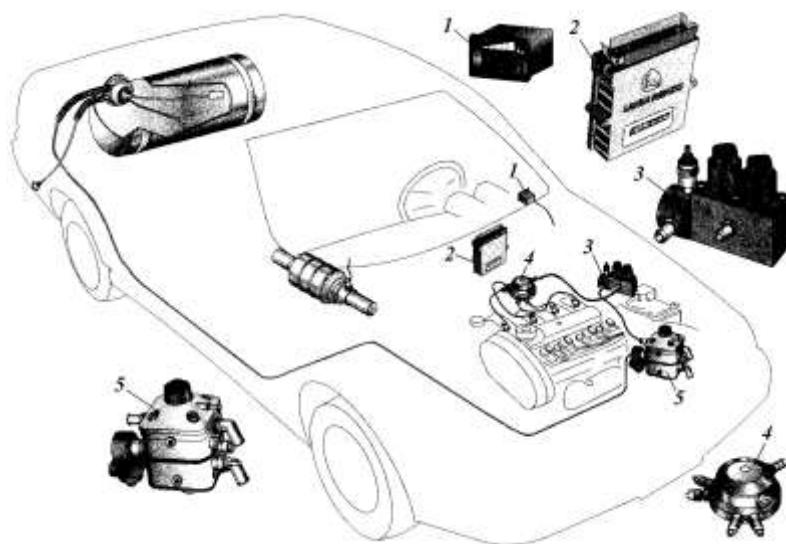

Рис. 2. Расположение на автомобиле элементов системы впрыска газа
*Опираясь на рис. 2, установите соответствие:*
**16. ЭЛЕКТРОННЫЙ БЛОК УПРАВЛЕНИЯ (ЭБУ) НА РИС. 2**